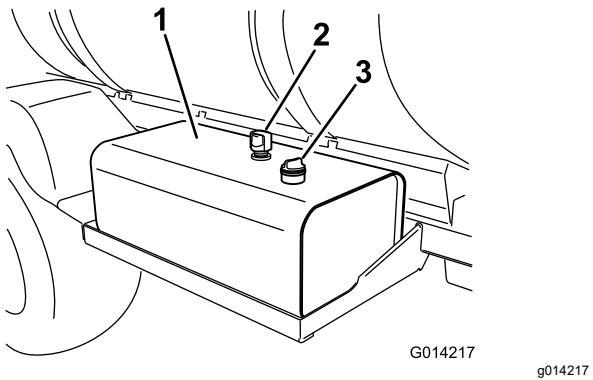

Bild 104
2. Reinigen Sie den Bereich um den Peilstab des Hydraulikölbehälters und nehmen ihn ab (Bild 104).